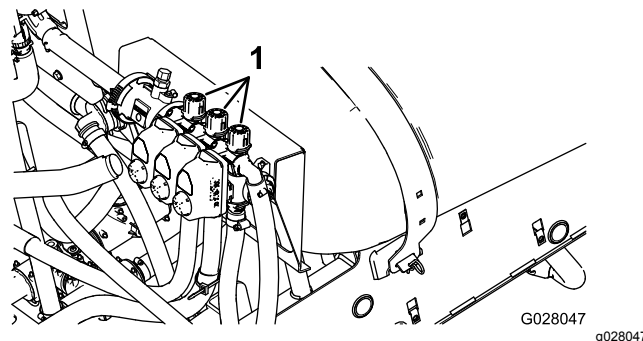

Bild 29
11. Stellen Sie den linken Ausleger ab und stellen das Handrad für das Auslegersicherheitsventil (Bild 29) ein, bis der Druck am vorher angepassten Niveau (normalerweise 2,75 bar) liegt.
13. Stellen Sie das Handrad des rechten Auslegersicherheitsventils (Bild 29) ein, bis der Druck am vorher angepassten Niveau (normalerweise 2,75 bar) liegt.
15. Stellen Sie das Handrad des mittleren Auslegersicherheitsventils (Bild 29) ein, bis der Druck am vorher angepassten Niveau (normalerweise 2,75 bar) liegt.